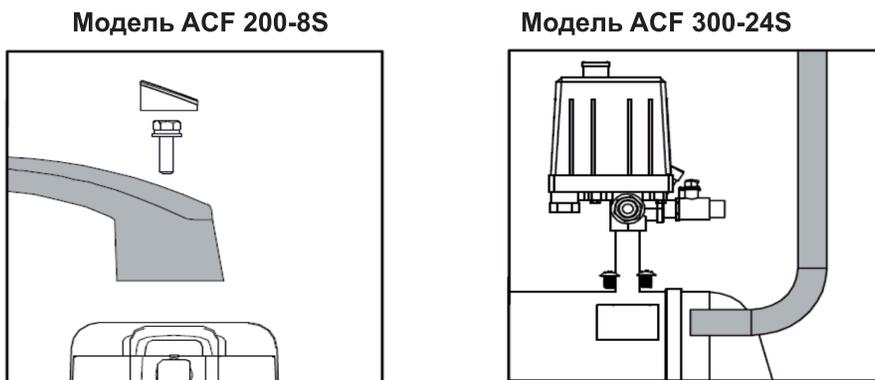

Рис. 8
5. Установите на компрессор ручки для перемещения (только для моделей ACF 200-8S, ACF 300-24S) (рис. 8)